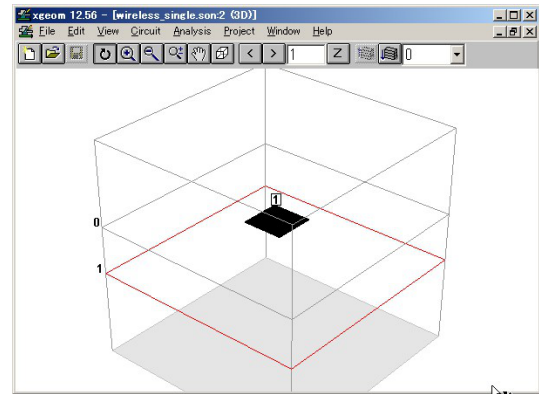
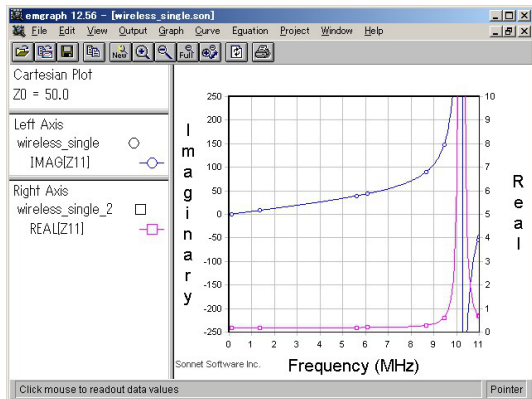

図 29 共振器のみを取り出したモデル
図 30 共振器のみの周波数特性．直線領域は 2MHz あたり
■共振器のみの解析 まず, 共振器だけを取り出してその等価回路を明らかにします. 図 29 は片側の共振器だけのモデルで, 図 30 がその解析結果です.